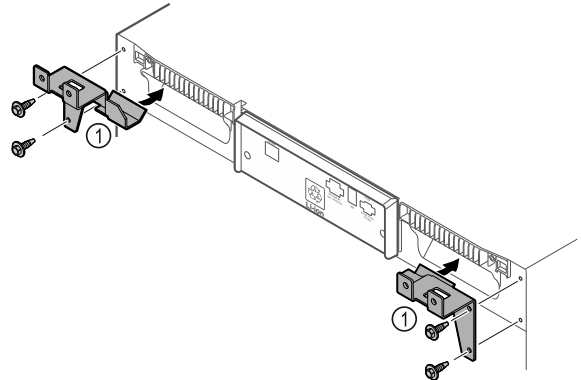

Fig. 8
- ▶ Montar las piezas de sujeción Fig. 8 (1) en el electrodoméstico con los tornillos suministrados.